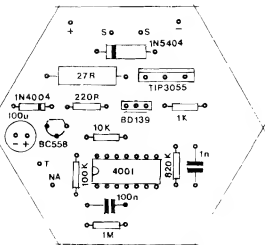

Fig.3
- FIG. 3 - "CHAPEADO" DA MONTAGEM - Na figura anterior, o padrão de ilhas e pistas cobreadas, em tamanho natural, era visto nas áreas negras do diagrama... Agora, vemos o "outro" lado da placa, não cobreado (a "sombra" das áreas cobreadas aparece, nitidamente, para facilitar e referenciar uma conferência das ligações...), com todos os componentes do circuito (menos o transdutor, tweeter do projetor...) devidamente posicionados... Os maiores cuidados - como sempre - devem ser dedicados à correta colocação das peças polarizadas, com o Integrado tendo sua extre-